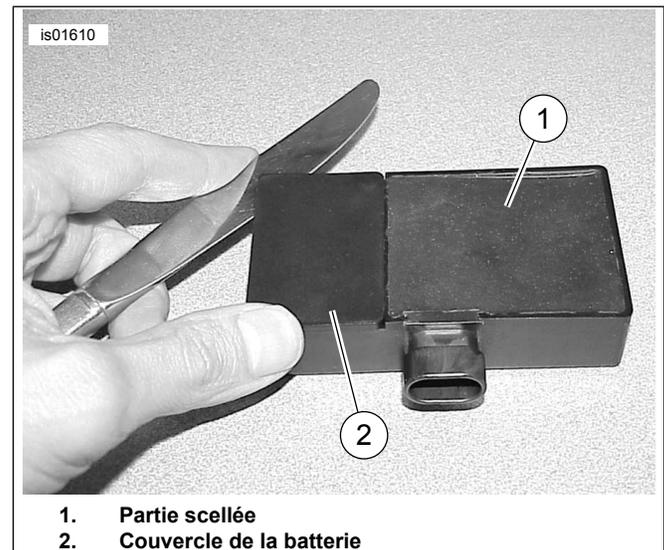
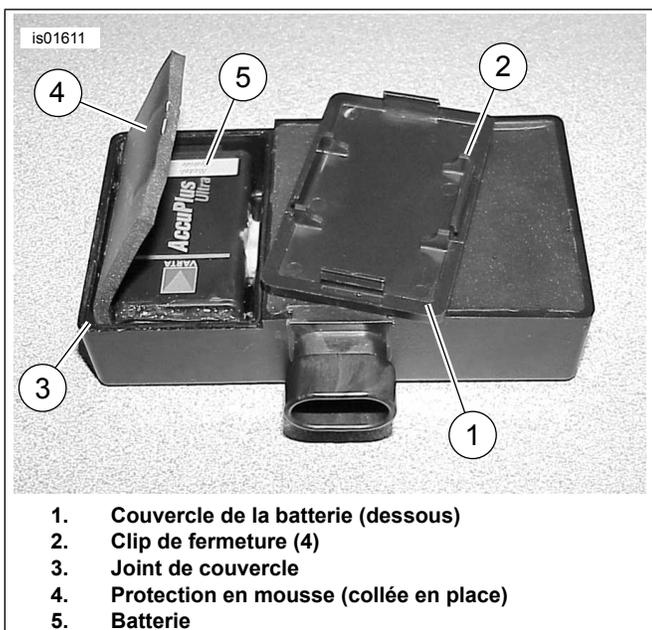

Figure 1. Insérez la lame entre le boîtier et le couvercle (Smart Siren)
Figure 2. Retirez et remplacez la batterie et le joint (Smart Siren)
1. Voir Figure 1 . Retirez le couvercle de la batterie (2) du boîtier de la sirène comme suit :
- a. Placez la sirène sur une surface solide plate, avec la partie scellée du boîtier et le couvercle de la batterie (1) tournés vers le haut.
- b. À l'aide d'une lame rigide, comme un couteau de table, insérez la lame entre le boîtier et le couvercle, à un angle de 45 degrés par rapport au côté du boîtier. Insérez la lame jusqu'à ce qu'elle touche les clips sur la face intérieure du couvercle. Figure 2 montre les quatre clips de fermeture (2).
2. Voir Figure 2 . Soulevez la patte supérieure de la protection en mousse (4). Retirez l'ancienne batterie (5) du boîtier de la sirène et détachez délicatement le connecteur à boutons poussoirs de la batterie. Conserver la graisse qui enduit les bornes.